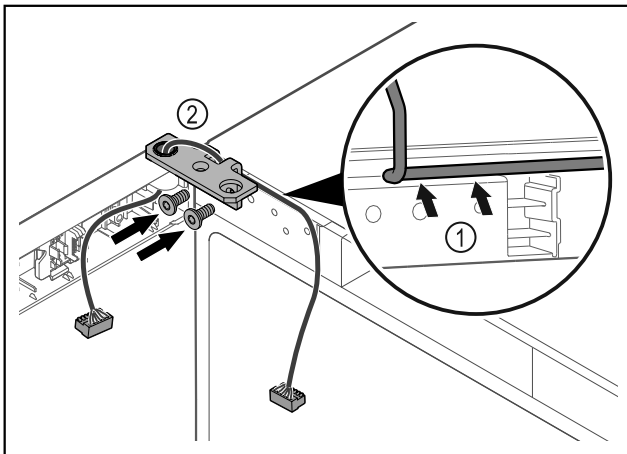

Fig. 48
- Vie kaapeli saranakulman aukon läpi ja aseta se varovasti paikalleen Fig. 48 (1).
- Kiinnitä saranakulma Fig. 48 (2) ruuveilla paikalleen.